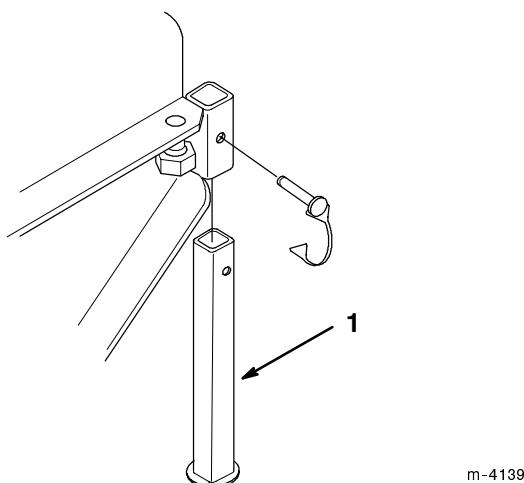

Figure 8
- Déposer les pieds avant/leviers de presse (Fig. 8).